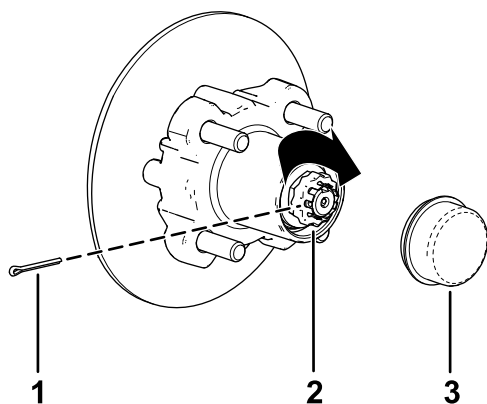

Figura 26
8. Coloque el retén sobre la tuerca y compruebe la alineación de la ranura del retén y el taladro de la chaveta del eje (Figura 26).
9. Instale la chaveta y doble las patas alrededor del retén (Figura 26).
10. Instale el tapón guardapolvo sobre el cubo (Figura 26).